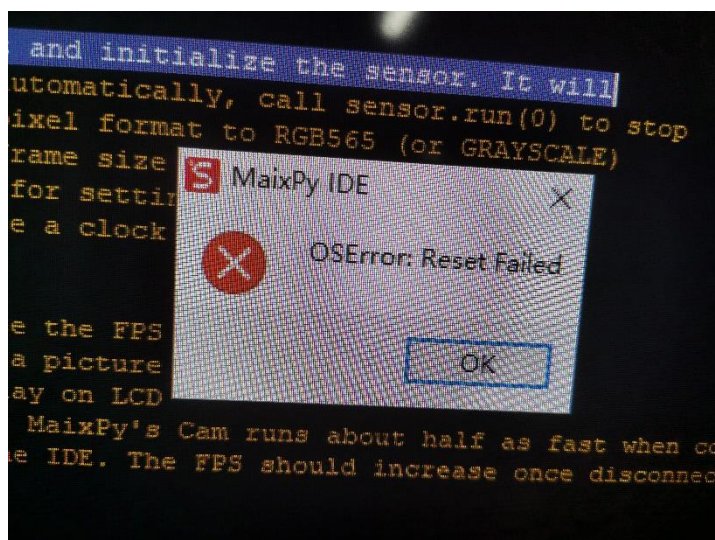

图 1 报错信息
1、出现摄像头 OSError:Reset Failed，如图 1 所示